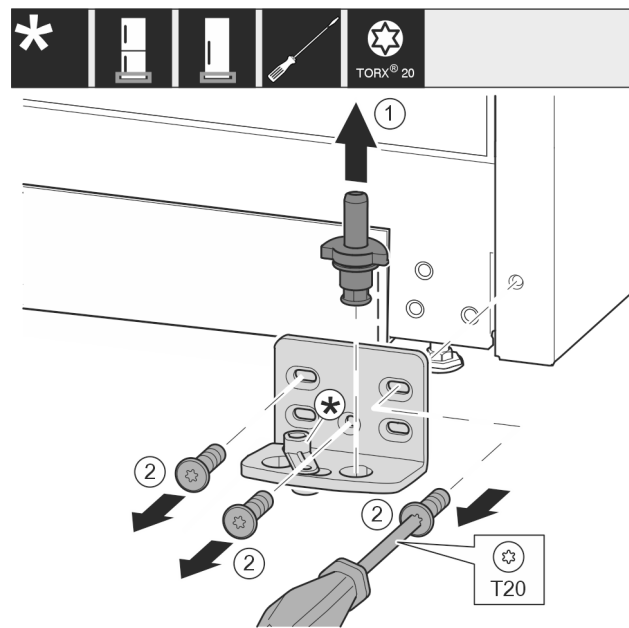

Fig. 14
- ▶ Dra ut lagerbulten *Fig. 14 (1)* helt uppåt.
- ▶ Skruva ur skruvarna *Fig. 14 (2)* med skruvmejsel och ta bort lagerbocken.